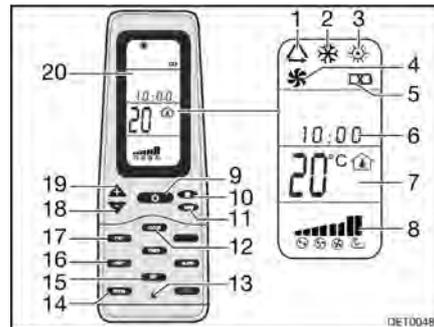

Bild 126 Fernbedienung
- Die Taste ON/OFF (Bild 126,9) drücken.
- Die Taste "Mode" (Bild 126,11) so oft drücken, bis die gewünschte Betriebsart (Bild 126,1, 2, 3 oder 4) auf dem Display (Bild 126,20) angezeigt wird.
- Mit den Tasten "+" (Bild 126,19) und "-" (Bild 126,18) die gewünschte Temperatur einstellen.
- Mit der Taste Lüftergeschwindigkeit (Bild 126,10) die gewünschte Lüfterstufe wählen.